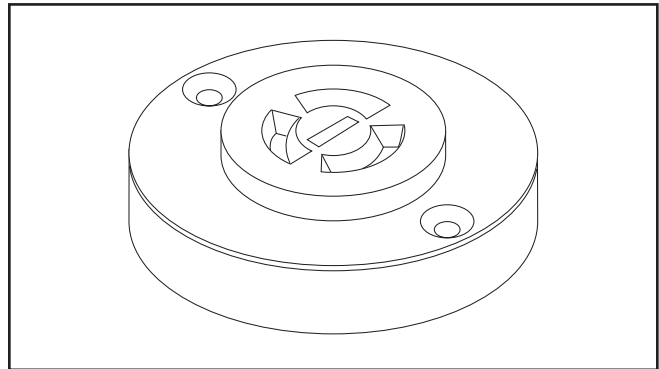

Figura 5.
1. Afloje los dos (2) tornillos para permitir la rotación del receptáculo. (Figura 5.)